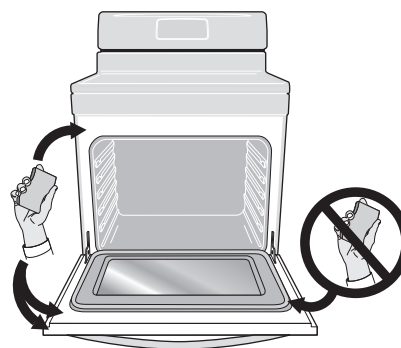

Figura 49: Área de la puerta del horno con lo que se debe y no se debe limpiar (junta)
- Limpie toda la suciedad pegada al marco del horno, al revestimiento de la puerta fuera de la junta de la puerta del horno y al área pequeña en la parte delantera central de la parte inferior del horno (Figura 49). Estas áreas se calientan lo suficiente como para quemar la suciedad acumulada sobre la superficie. Limpie usando jabón y agua antes de iniciar el ciclo de autolimpieza.
- No limpie la junta de la puerta del horno (Figura 49). El tejido del material de la junta de la puerta del horno es esencial para un buen aislamiento. Se debe tener mucho cuidado de no frotar, dañar ni extraer la junta de la puerta. No use ningún agente de limpieza en la junta de la puerta del horno. Esto podría dañar la junta de la puerta.